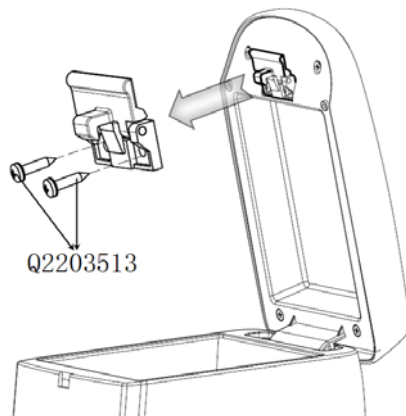

图6-3-2 中央置物盒弹簧开关机构小总成的拆卸
(1) 摁下中央置物盒弹簧开关机构, 打开扶手至直立状态; 用十字螺丝刀依次松开固定开关机构的两个螺钉 (Q2203513 十字槽盘头自攻螺钉和平垫圈组合件), 将开关机构取下。如图6-3-2所示;